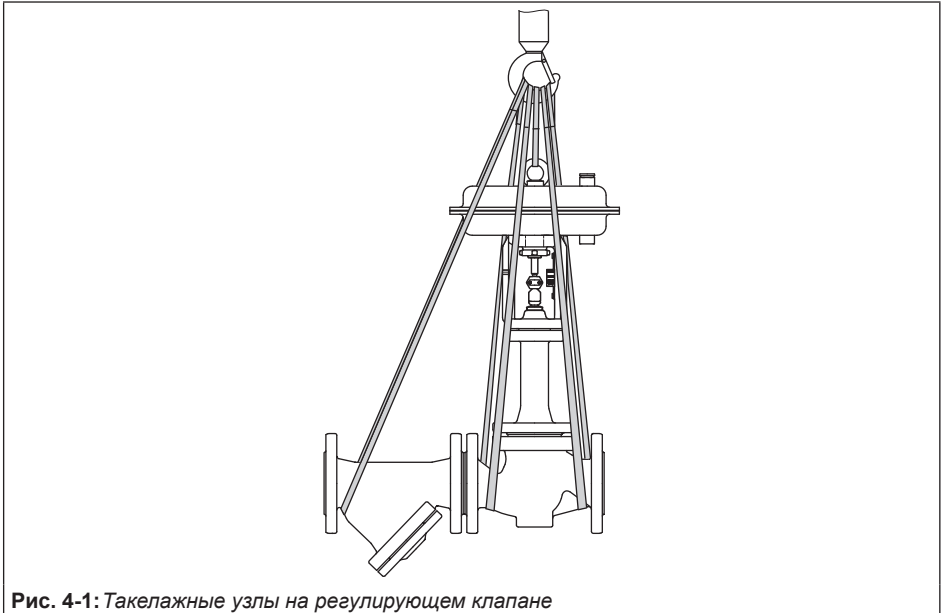

Рис. 4-1: Такелажные узлы на регулирующем клапане
- Используйте крюк с предохранительной защёлкой (см. Рис. 4-1) для фиксации
- Убедитесь, что стропа вокруг грязеуловителя достаточно длинная и нагрузка на неё не слишком велика. Стропа не должна гнуться вверх грязеуловитель и деформировать фланцевое соединение. Прикрепите по одной стропе к каждому фланцу корпуса и к такелажному оборудованию крана или вилочного погрузчика (см. Рис. 4-1).
(например, крюку) крана или вилочного погрузчика (см. Рис. 4-1).